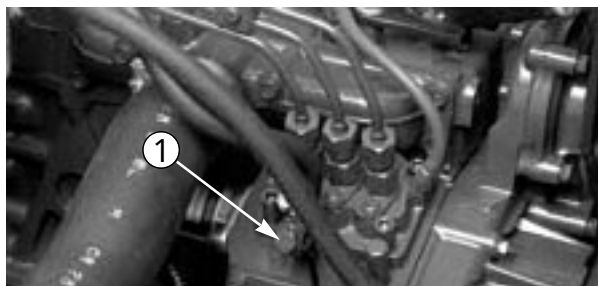

図 26
- 2．12 mm レンチを使って、燃料噴射ポンプに付いているエア抜きネジ（図 26）をゆるめる。